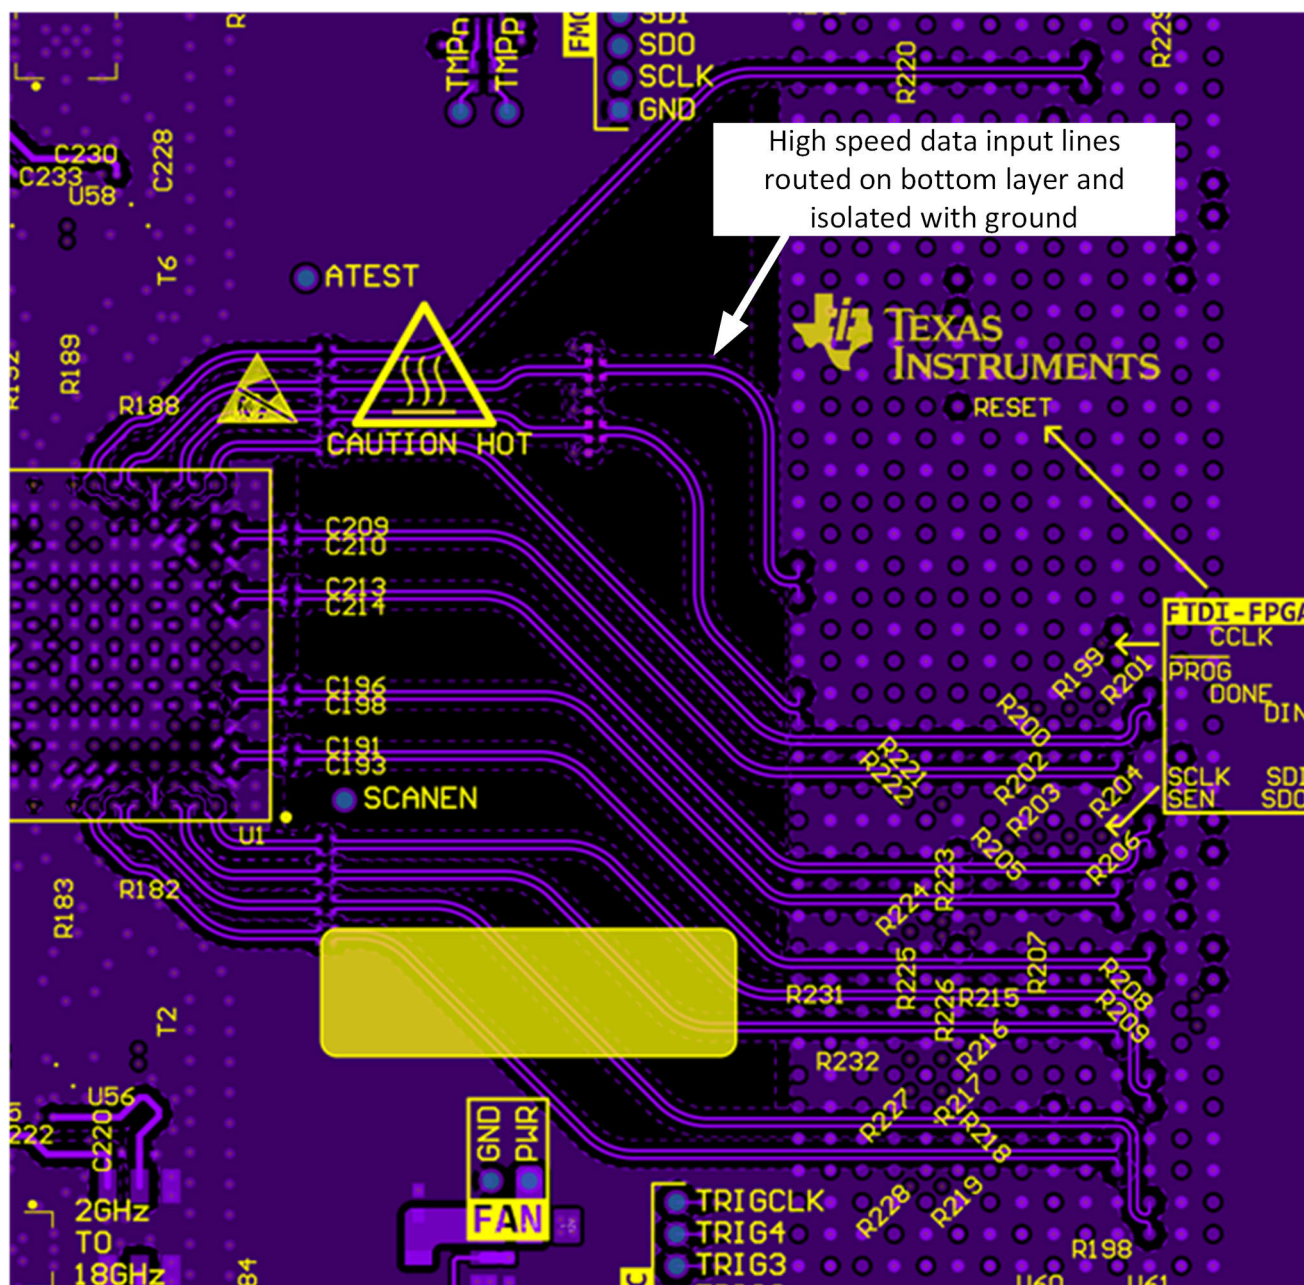

图 9-14. 具有接地隔离的串行器/解串器底层布线
9. 请特别注意 JESD204x 数据输入路由和模拟输出路由之间的潜在耦合。JESD204x 输入的开关噪声可耦合到模拟输出布线中，并由于 DAC 的高带宽而显示为宽带噪声。尽可能将串行器/解串器 JESD204x 数据输入从 DAC 输出布线布置在单独的层上，以避免噪声耦合，详情请参考图 9-13 和图 9-14。